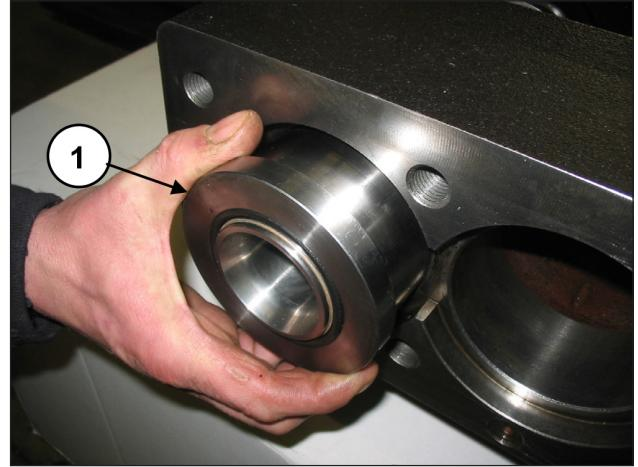

Fig. 142
En tournant l'arbre, déplacer le guide de piston vers l'avant pour que le tampon, en avançant à son tour, puisse expulser le support de joint et l'ensemble du piston (rep. ①, Fig. 142).